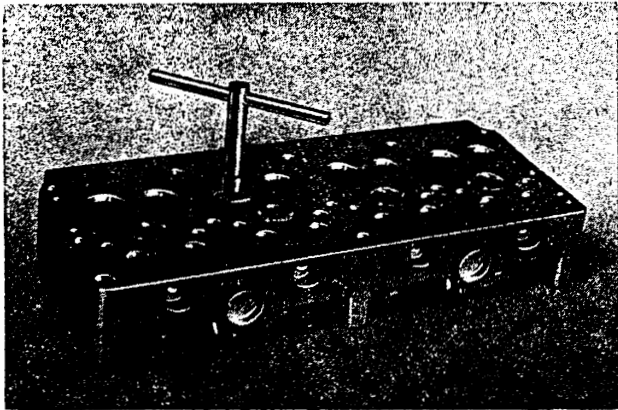

Bild M 96. Ventilsitz nachfräsen
- Der 45°Sitz muß sehr sorgfältig gefräst werden, damit ein vollkommen einwandfreier Sitz erzielt wird und keine Rattermarken entstehen (Bild M 96).